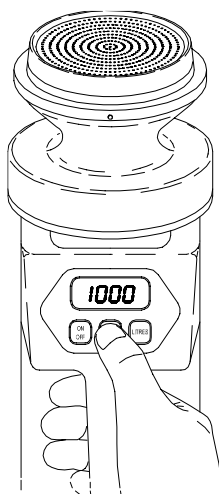

Fig. 4
6. Presione el botón ON / OFF. Determine los parámetros del muestreo y presione rápidamente el botón START / DELAY dos veces (Fig. 4).